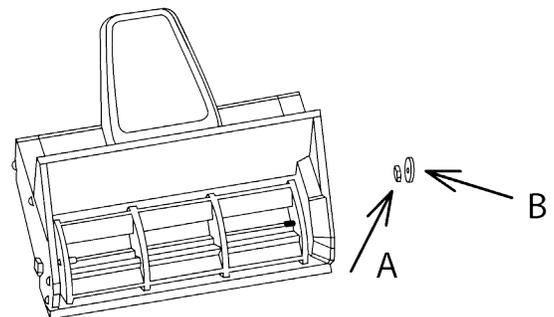

Figure 8
1. Enlever le contre-écrou (sens anti-horaire) et la rondelle (figure 8).